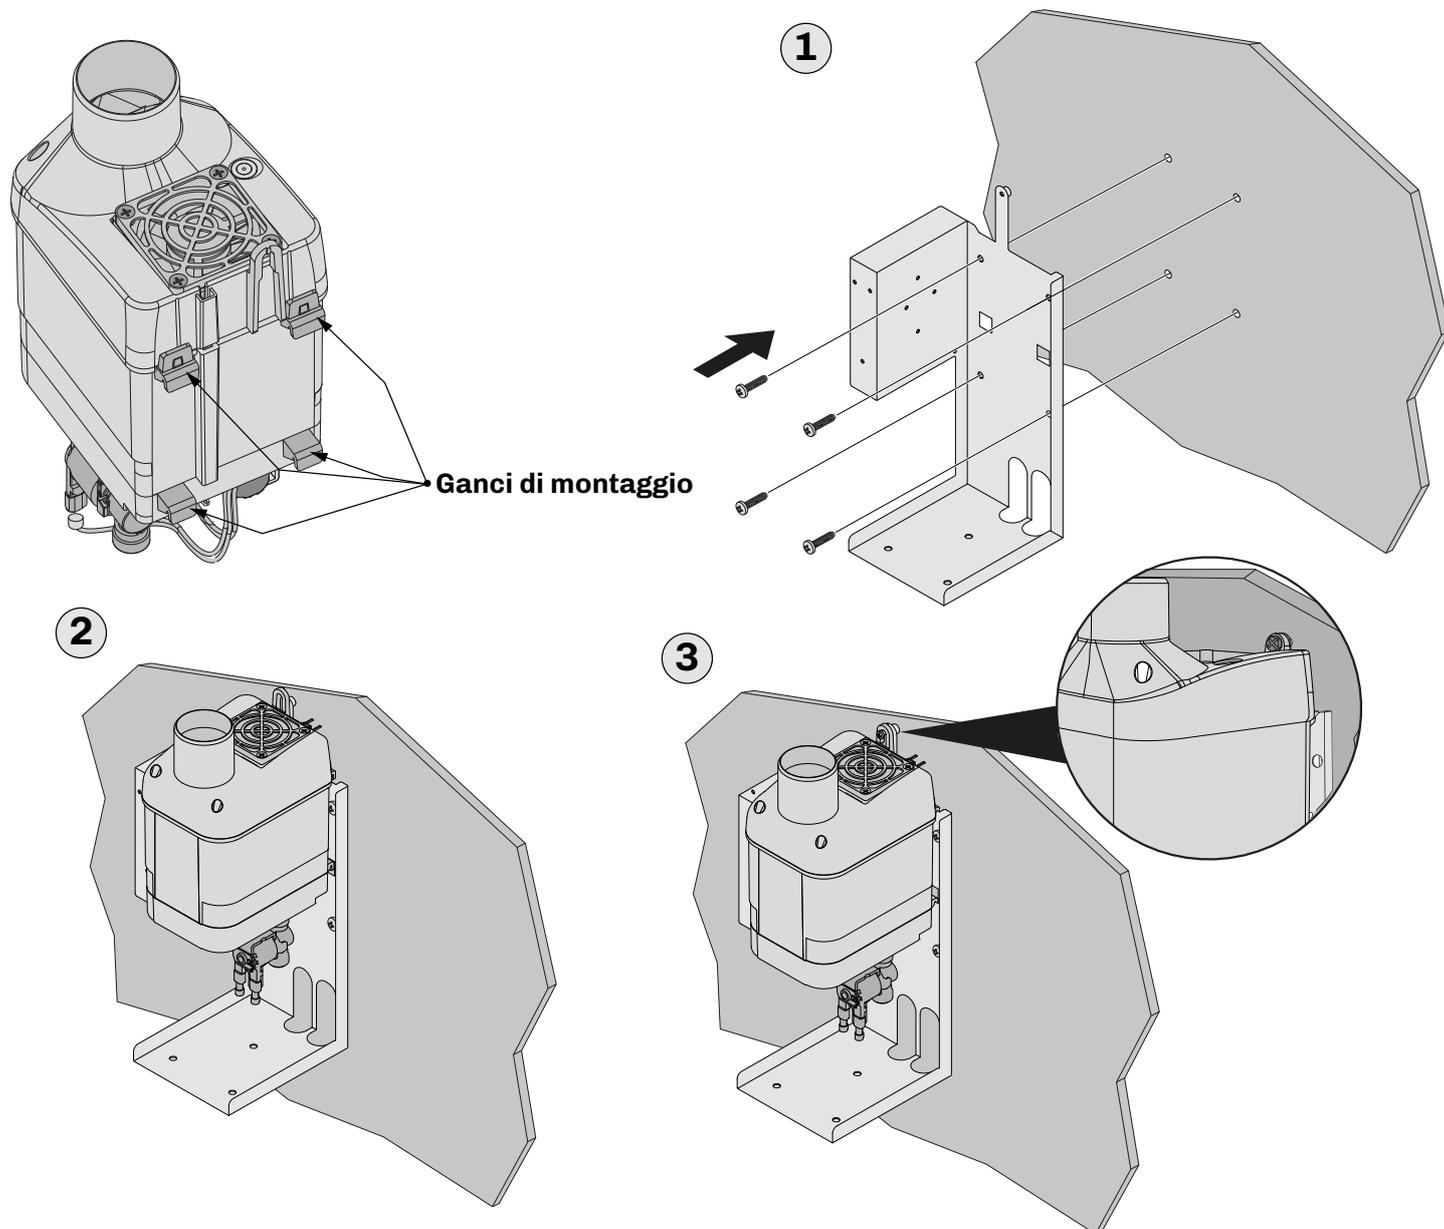

Fig. 9. Istruzioni di montaggio box a parete
- Fissare il box al muro seguendo le istruzioni riportate nell'immagine "FIG. 9. ISTRUZIONI DI MONTAGGIO BOX A PARETE" A PAGINA 21 e le dimensioni dei fori e del box riportate nel sottocapitolo "4.3.2 DIMENSIONI MISTRAL CON BOX" A PAGINA 15 (1);
- Agganciare l'umidificatore **Mistral** al box, assicurandosi che sia ben fissato (2);
- Fissare l'umidificatore alla parete in cui è montato utilizzando una vite M4 a testa piatta, adatta alla parete di fissaggio (3).